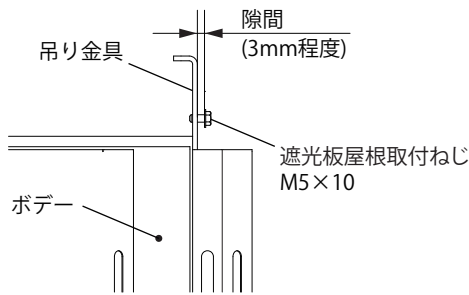

図5
1. 遮光板屋根を低くしたい側(傾斜の後側)の吊り金具の取付穴に、遮光板屋根取付ねじM5×10を、隙間を3mm程度残して仮締めしてください。(2か所)(図5)